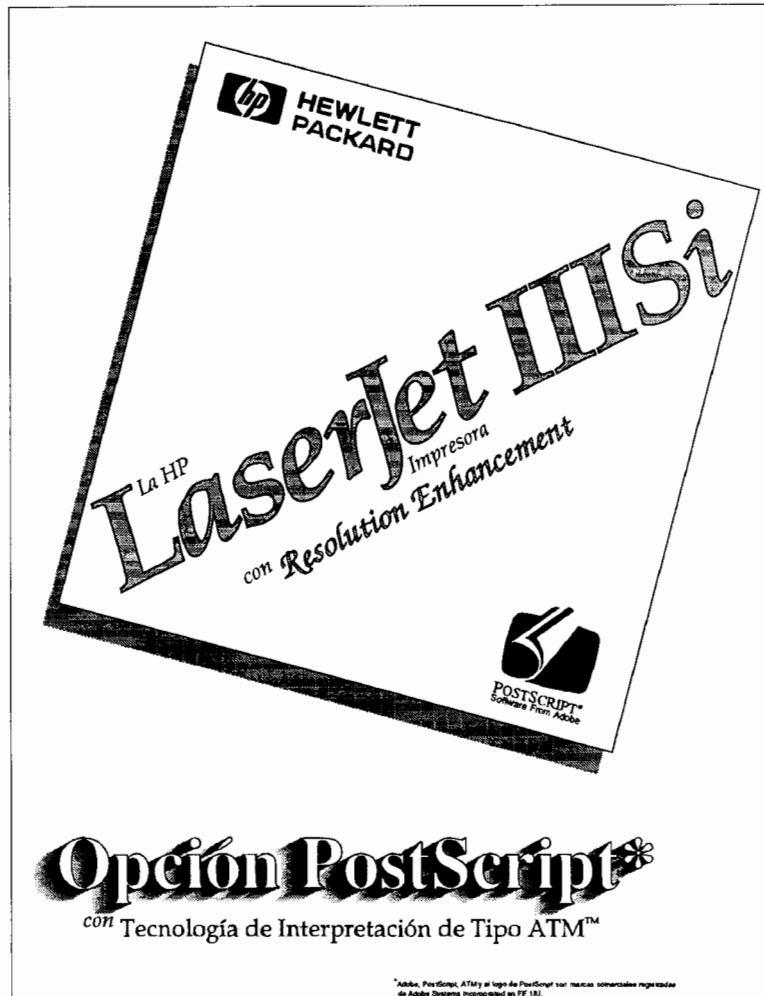

Figura 1-10. Página Inicial
7. Se imprimirá la Página Inicial después de que la impresora haya esperado durante aproximadamente treinta segundos. Consulte la Figura 1-10.